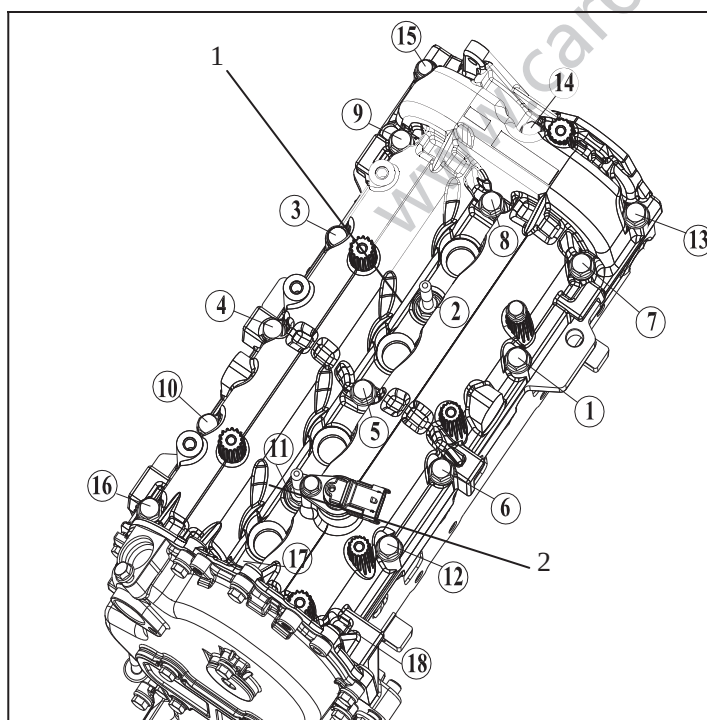

图 2-8
9、将上缸盖对准定位销孔，轻放在气缸盖总成上；如图 2-8，首先预紧上缸盖安装螺栓(1)。如图 2-8，按表三中规定扭矩拧紧上缸盖与机油泵正时链罩总成连接的 6 颗螺栓。再根据表三扭矩值要求，按①至⑱的顺序依次紧固上缸盖安装螺栓。